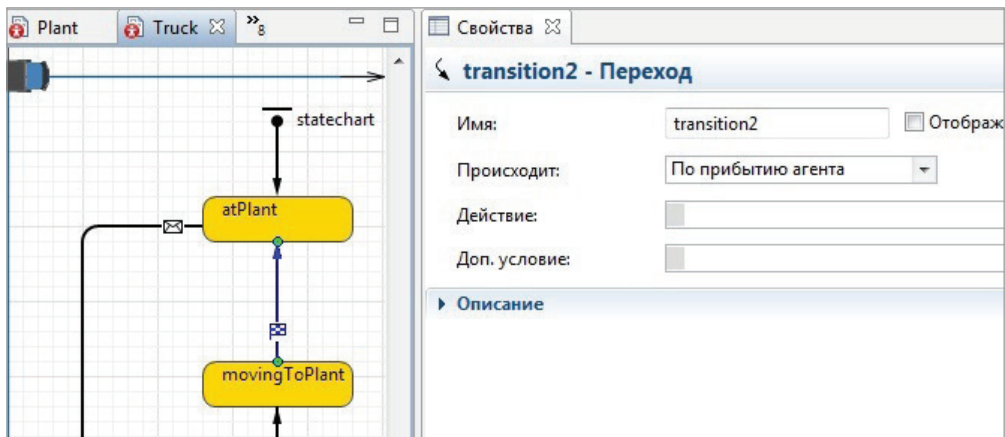

Рис. 6.24. Задание перехода между состояниями movingToPlant и atPlant агента Truck
- в переходе между состояниями movingToPlant и atPlant, как на рис. 6.24.